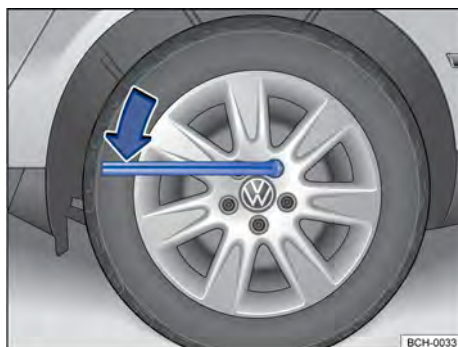

Fig. 192 Troca de roda: soltar os parafusos da roda.
- Encaixar a chave de roda no parafuso da roda até o batente → Fig. 192.